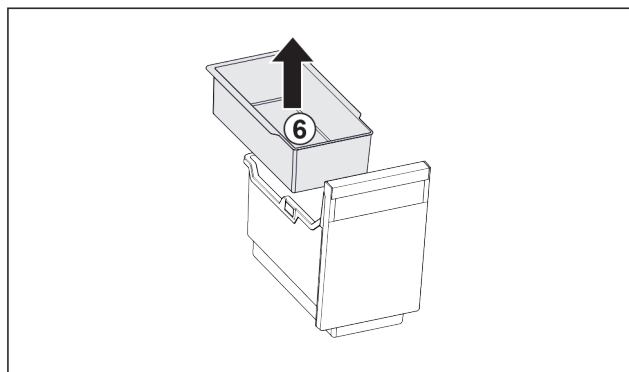

Fig. 101
- ▶ Tag holderen i døren Fig. 101 (6) ud.